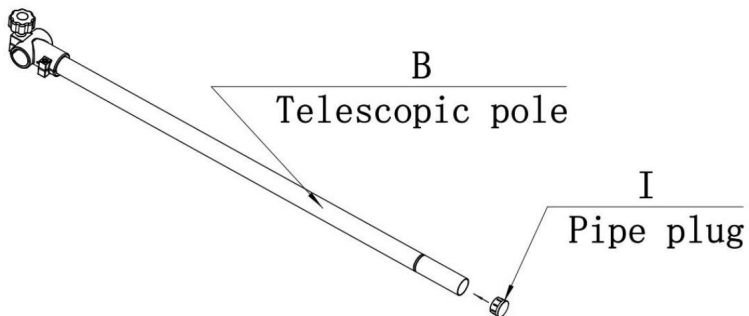

Fig.3
le bouchon du tuyau (I) dans l'extrémité du tube comme indiqué sur la Fig. 3. Insérez ensuite